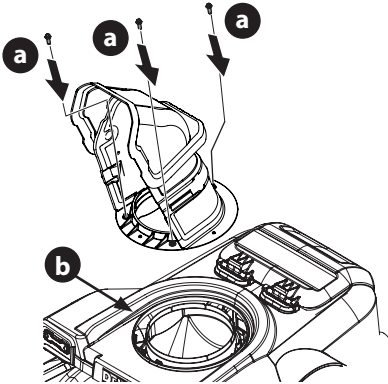

Figure 7
3. Fixez la base de la goulotte avec les vis à rondelle hexagonale (a) retirées à l'étape 2 (Figure 7).